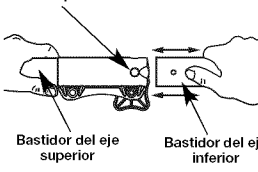

Fig. 12
3. Mientras sostiene el bastidor del eje superior con firmeza, tire del accesorio de corte u accesorio en línea recta fuera del acoplador EZ-Link™ (Fig. 12).
2. Mientras sostiene el accesorio con firmeza, empujelo en línea recta en el acoplador EZ-Link™ (Fig. 12).